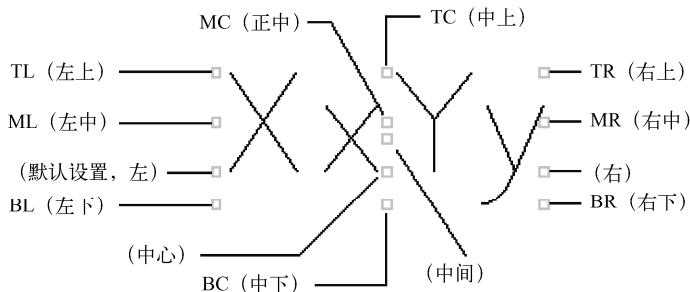

图 6-7 不同的对正类型比较
(2) 对正(J): 输入对正参数, 出现以下不同的对正类型供选择, 各种对正类型比较如图 6-7 所示。